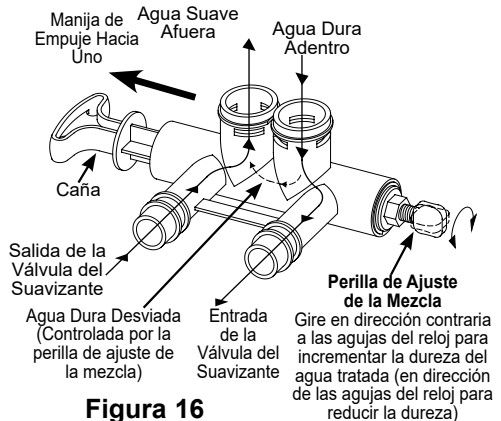

Figura 16 POSICIÓN DE LA DESVIACIÓN
La perilla de ajuste de mezcla (Figura 16) le da la posibilidad de ajustar finamente la dureza del agua tratada, dejando el suavizante de agua. Si se desea un agua un poco más dura que aquella normalmente provista por el suavizante de agua, la perilla de ajuste de mezcla puede desviar un pequeño flujo de agua dura y mezclar ésta con el agua suave que entra al hogar. La cantidad de agua desviada es controlada girando una perilla de ajuste de mezcla en la tapa de la caña de la válvula.
1. Sostenga la manija de desviación para evitar que la caña de la válvula rote (lea la figura 16). Afloje la tuerca hexagonal en la perilla de ajuste de mezcla girando la tuerca hexagonal en contra de las agujas del reloj.
2. **PARA INCREMENTAR LA DUREZA:** Con la desviación en la posición del servicio (lea la figura 16), sostenga la manija para evitar que la caña de la válvula rote, y gire la perilla de ajuste de mezcla en contra de las agujas del reloj hasta 2 vueltas desde la posición cerrada. Se recomienda hacer ajustes por incrementos de un cuarto durante varias semanas, hasta que se logre el nivel de dureza deseado. **NOTA:** Una vez que se realiza un ajuste sobre la perilla de la válvula de mezcla, es posible que lleve varios días observar el cambio en la dureza del agua en los grifos o las flores del hogar. Esta demora se debe a las grandes cantidades de agua ya acondicionada en las tuberías y el calentador de agua, que se debe cambiar antes de que se observe una modificación en la dureza. Solicite que se evalúe el agua para determinar su nivel de dureza.
3. **PARA REDUCIR LA DUREZA:** Con la desviación en la posición del servicio (vea la figura 16), sostenga la manija para evitar que la caña de la válvula rote, y gire la perilla de ajuste de mezcla a favor de las agujas del reloj. Cuando la perilla ya no gire, el agua dura ya no se está mezclando en el agua suave.
4. Una vez que se logre la dureza deseada, ajuste una tuerca hexagonal (vea la figura 16) en dirección de las agujas del reloj, hasta que entre en contacto con la caña de desviación.